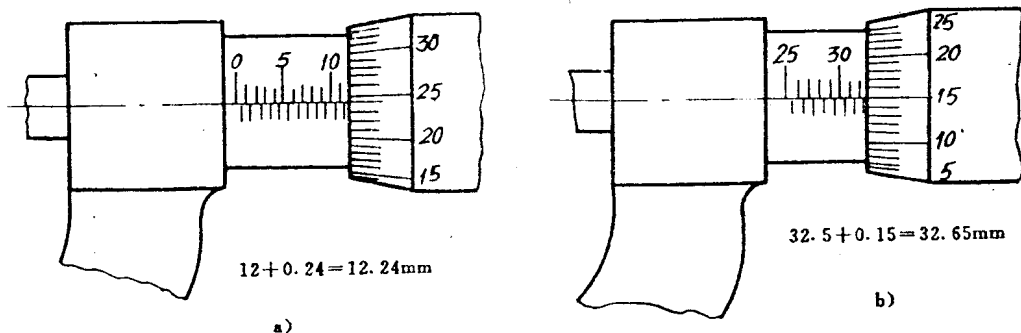

图 1-20 千分尺的读数方法
- (1) 先读出固定套筒 6 上露出刻线的整数值;
- (2) 看准微分筒上哪一格与固定套筒基准线对准, 读出了小数部分的数值, 即格数与精度 (0.01 mm) 相乘;
- (3) 将整数和小数部分相加, 即为被测工件的尺寸。图 1-20 是千分尺的读数例子。